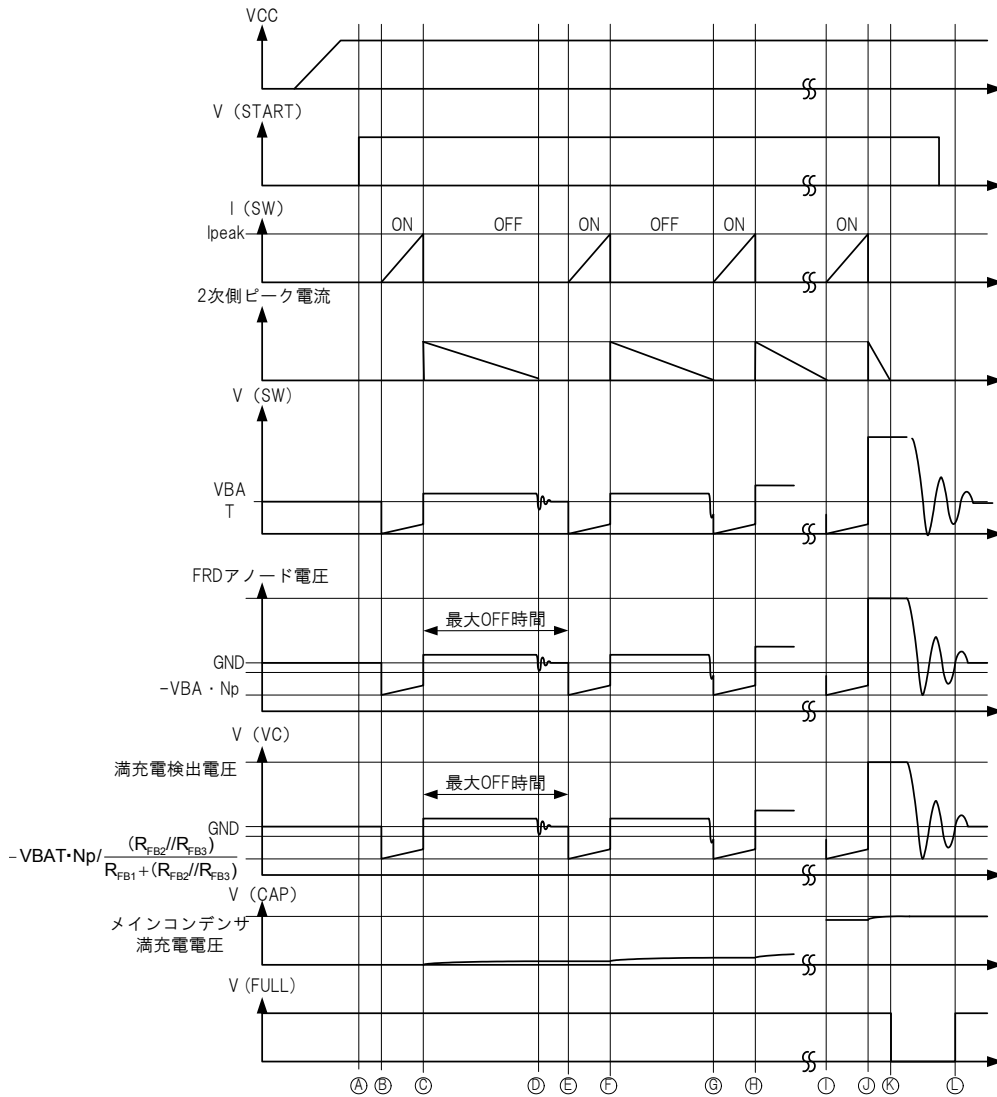
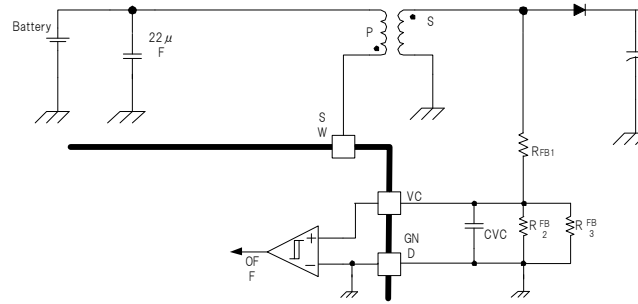

図 34. タイミングチャート 2 : スイッチング動作
図 36. VC 端子周り外付け部品
本 IC のスイッチング動作を図 34 のタイミングチャート 2 に示します。
START 端子を” H” とすると、内部回路が全てリセットされ内部 PowerTr を ON します (図 34. 時間④~⑥)。内部 PowerTr が ON する間 SW 端子には電流が流れ込み、RADJ 端子に接続された抵抗値で規定された電流に到達すると PowerTr を OFF します (図 34. 時間③)。PowerTr が ON している時間 t_{ON} は以下の式です。
また、Power Tr が ON している間、VC 端子電圧は以下の式のように、VBAT 電圧の S 巻対 P 巻差線比率倍を VC 端子の抵抗分圧した電圧が負側に発生します。(図.34 時間⑥⑦)
トランス 2 次側にエネルギーを放出し終わると VC 端子電圧及び SW 端子電圧は寄生容量とトランスのインダクタンスにより共振します (図 34. 時間ⓐ)。このとき VC 端子電圧が GND 電圧以下にならなかった場合は、最大 OFF 時間に到達するまで OFF し続けます (図 34. 時間ⓑ)。OFF 検出電圧以下になった場合は PowerTr をすぐに ON します (図 34. 時間ⓒ)。2 次側がエネルギーを放出している時間 t_{OFF} は以下の式になります。
内部 PowerTr が OFF している時間をモニタし、電気的特性に記載されている最大 OFF 時間より長い時間 OFF している場合に PowerTr を強制的に ON します。これは VC 端子電圧が OFF 検出電圧以上（TYP=65mV）にならなかった場合に生じます（図 34.時間⑩参照）。
VC 端子はトランスの S 端子の FRD アノード側を図 36 の抵抗 R_{FB1} 、 R_{FB2} 、 R_{FB3} で分圧されており、VC 端子電圧が図 34 のタイミングチャート時間①～④のように満充電検出電圧に達すると FULL 端子が“H”→“L”となり、充電動作を停止します。